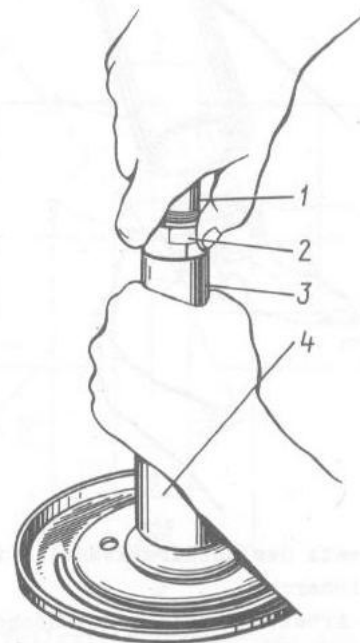

Bild 4-37. Einsatz der Kolbenstange im Satz mit Kolben und des Kolbenringes in Arbeitszylinder:
- beim Einbringen der Stange 1 (Bild 4-37) mit dem Kolben in den Arbeitszylinder 3 diesen über Be-